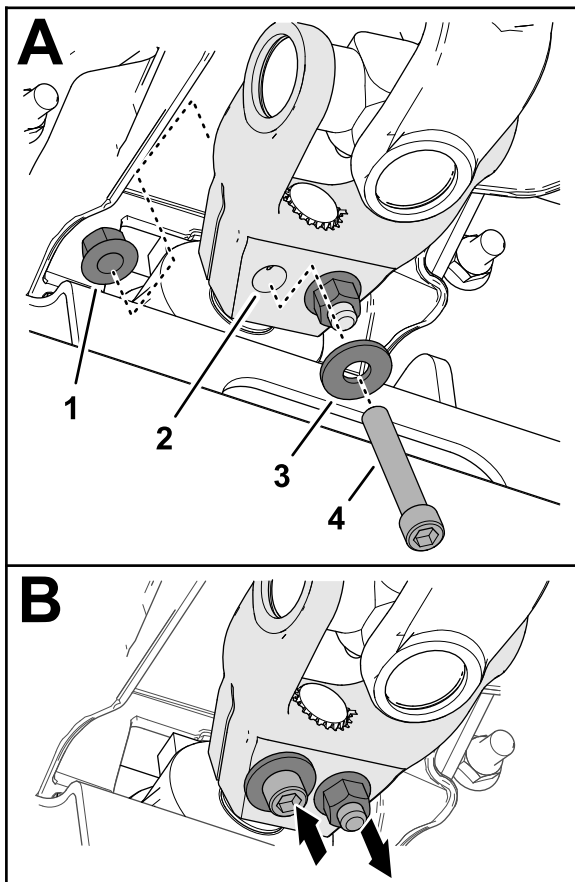

Figure 16
6. Insérez une vis à tête creuse ($\frac{3}{8}$ " x $2\frac{1}{4}$ ") dans une rondelle ($\frac{3}{8}$ ") et dans le trou de la chape de l'arbre d'entraînement (Figure 16), et fixez la vis en place avec un contre-écrou à embase ($\frac{3}{8}$ ").
- Insérez une vis à tête creuse (3/8" x 2 1/4") dans une rondelle (3/8") et dans le trou de la chape de l'arbre d'entraînement en passant par l'autre côté (Figure 16), et fixez la vis en place avec un contre-écrou à embase (3/8").